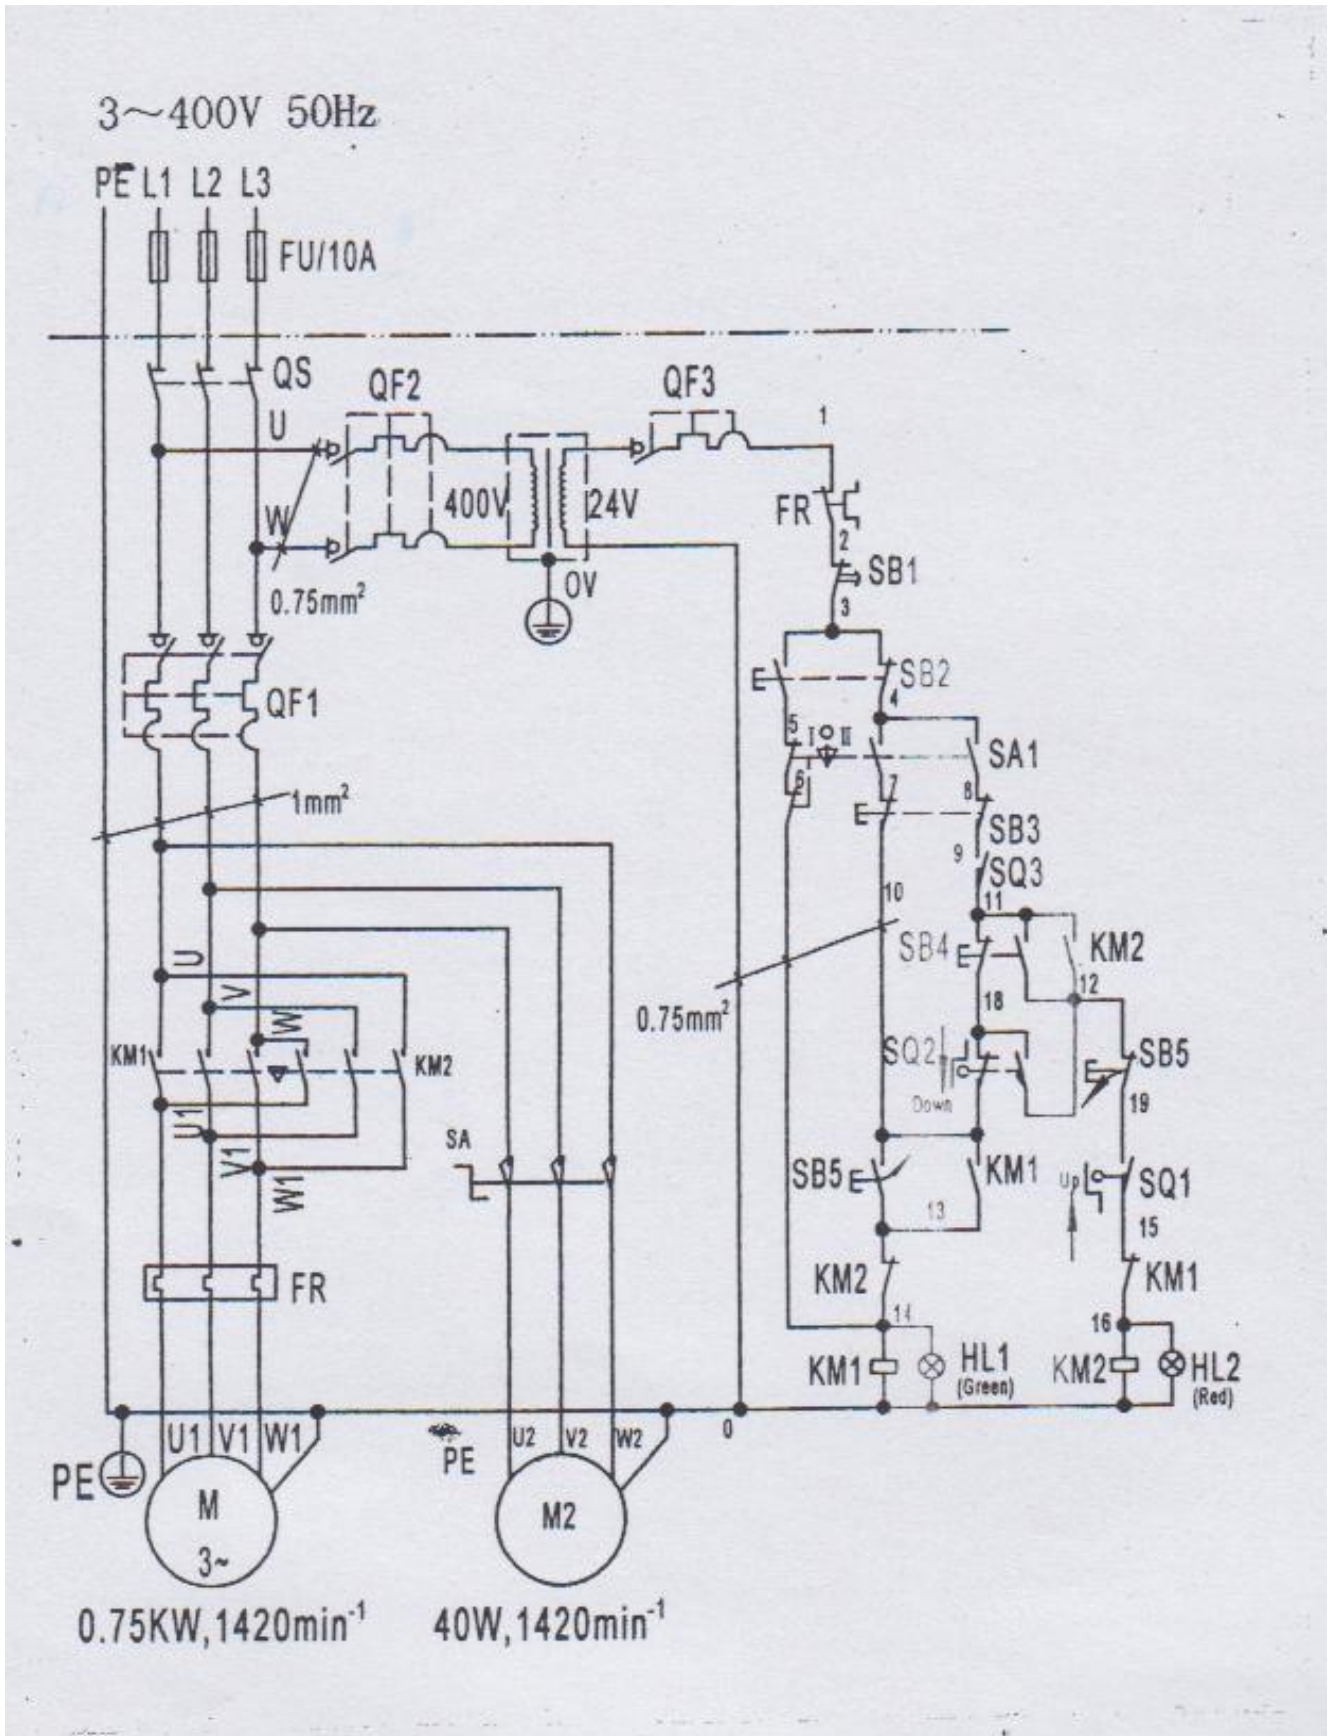

Рис. 1 Схема подключения
5. ПОДКЛЮЧЕНИЕ ПИТАНИЯ (Рис. 1)